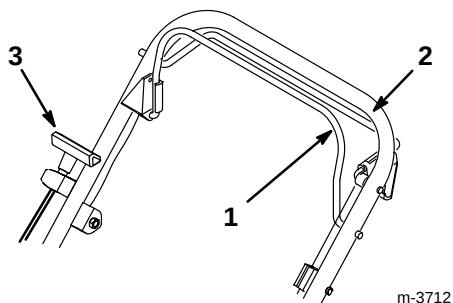

Figure 6
2. Serrer la barre de commande de lame contre le mancheron (Fig. 6).
3. Tirer lentement la poignée du lanceur jusqu'à ce qu'on sente une résistance, puis la tirer vigoureusement (Fig. 6). Laisser la poignée du lanceur revenir lentement jusqu'au mancheron.